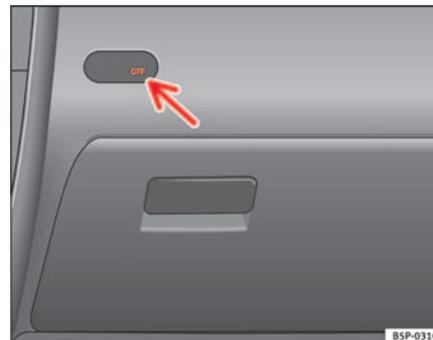

Fig. 27 Testigo de control de la desactivación del airbag del acompañante
- Compruebe si con el encendido conectado, el testigo de control “OFF” del tablero ⇒ fig. 27 permanece encendido ⇒ ⚠.
- Compruebe si, con el encendido conectado, el testigo de control del tablero ⇒ página 45, fig. 27 no se enciende ⇒ .